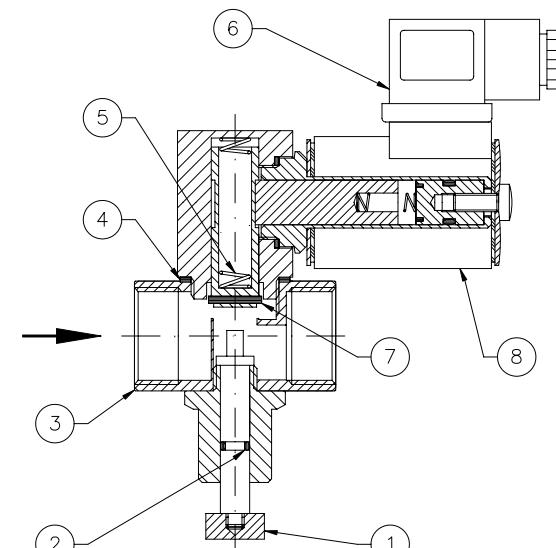

Fig. 2 Componenti elettrovalvola 6 bar con attacchi DN 15 (1/2") .. DN 50 (2")
- Avec attaches DN 15 (1/2") .. DN 50 (Fig. 2)
- Con attacchi DN 15 (½") .. DN 50 (Fig. 2) premere il perno di riammo (1)\*
- With DN 15 (½") .. DN 50 connections (Fig. 2) push the reset pin (1)\*